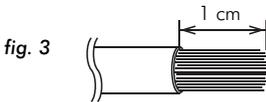

fig. 3
**3.4** - Se munir du câble d'alimentation négatif (-). Ce câble doit être le plus court possible et ne doit idéalement pas dépasser 1 mètre, afin d'assurer une parfaite liaison entre l'amplificateur et le châssis du véhicule. Le câble et sa section doivent être conformes au tableau page 23. Trouver un point de masse adéquat (**fig. 4**), puis le poncer pour enlever toute trace de peinture ou autre verni et ainsi optimiser la qualité du contact. Percer la tôle préalablement poncée au diamètre correspondant à la vis choisie en s'assurant qu'aucun passage de câbles, réservoir ou autre organe sensible du véhicule ne soit à proximité. Dénuder 1 cm de câble (**fig. 3**), puis étamer à l'aide d'un fer à souder et de fil d'étain. Visser fermement le câble sur la borne GND de l'amplificateur. Étamer l'autre extrémité puis sertir ou souder sur la cosse prévue à cet effet. Insérer la cosse dans la vis, puis mettre la vis et son écrou en place et visser fermement.
**3.7.1** - La phase d'installation du porte-fusible dédié à sécuriser l'installation peut maintenant débuter. Le porte-fusible doit être relié de part et d'autre du câble d'alimentation positif (+). Il doit être situé proche de la batterie {10 à 40 cm (**fig. 7**)}. Démontez le porte-fusible en prenant soin d'ôter le fusible. Fixer le socle du porte-fusible. Couper le câble d'alimentation entre 10 et 40 cm (maximum) de la batterie. Dénuder 1 cm (**fig. 3**), puis étamer. Visser le câble dans le bornier du porte-fusible. Récupérer la chute de câble restante. Dénuder 1 cm (**fig. 3**), puis étamer. Visser le câble dans l'autre bornier du porte-fusible.